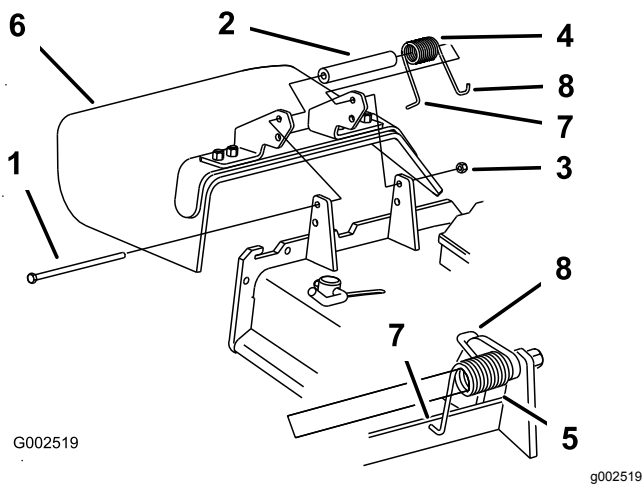

Figura 115
- Retire la contratuerca, el perno, el muelle y el espaciador que sujetan el deflector a los soportes de pivote (Figura 115).
Nota: Asegúrese de colocar el extremo en L del muelle detrás del reborde de la carcasa antes de instalar el perno, según se muestra en la Figura 115.
- Coloque el extremo en J del muelle alrededor del deflector de hierba (Figura 115).